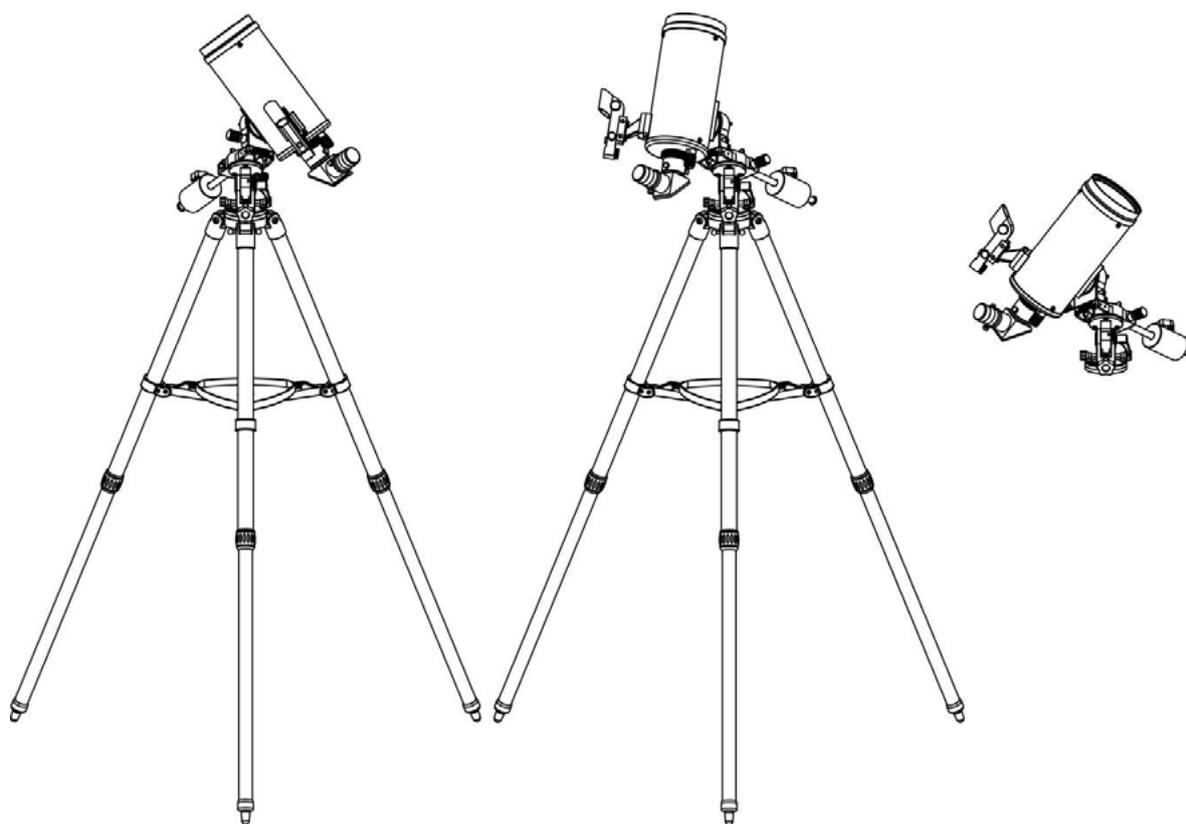

Рис. 11.4
Для наведения на области, отличные от Севера, необходимо совместить ось прямого восхождения (RA) с осью склонения (DEC) (рис. 11.4). Это можно представить, как ряд дуг оси склонения (DEC), которые получаются в результате вращения оси прямого восхождения (RA). Однако, на практике телескоп обычно наводят на объект с помощью искателя, ослабляя колесики регулировки на осях прямого восхождения (RA) и склонения (DEC) и вращая монтировку вокруг обеих осей до тех пор, пока объект не окажется в центре поля зрения окуляра. Вращайте монтировку, положив одну руку на оптическую трубу, а другую на штангу противовеса, чтобы обеспечить плавное движение вдоль обеих осей и не прикладывать дополнительных боковых усилий к опорной оси. Когда объект наблюдения окажется в центре поля зрения, убедитесь, что ручки фокусировки плотно затянуты. Удерживайте объект в поле зрения и продолжайте ведение объекта по оси прямого восхождения (RA) при помощи ручки тонких движений.